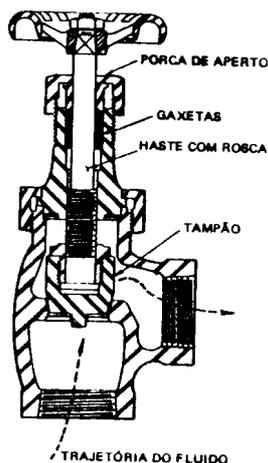

Fig. 24 - Válvula angular
1. *Válvulas angulares* (angle valves) - As válvulas angulares têm os bocais da entrada e de saída a 90°, um com o outro, dando por isso perdas de carga bem menores do que as Válvulas globo normais (Fig. 24). Essas válvulas têm pouco uso em tubulações industriais porque uma válvula, em princípio, não deve sofrer os esforços aos quais as curvas e joelhos estão geralmente submetidos. Por essa razão, só se devem usar válvulas angulares, quando localizadas em uma extremidade livre da linha, principalmente tratando-se de linhas quentes.